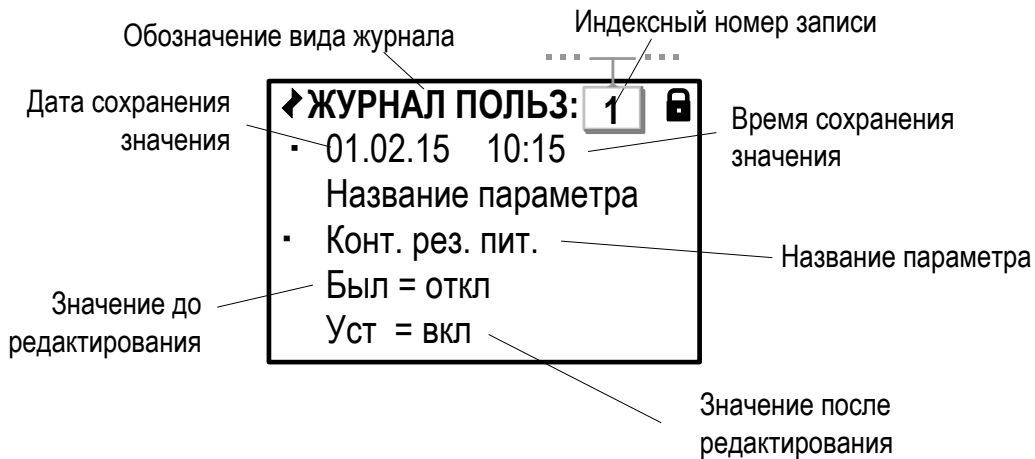

Рис.48. Вид окна индикации «Журнала пользователя».
7.3.7. Действия пользователя при выполнении настроек в ТВ фиксируется в **Журнале пользователя** (рис.48).